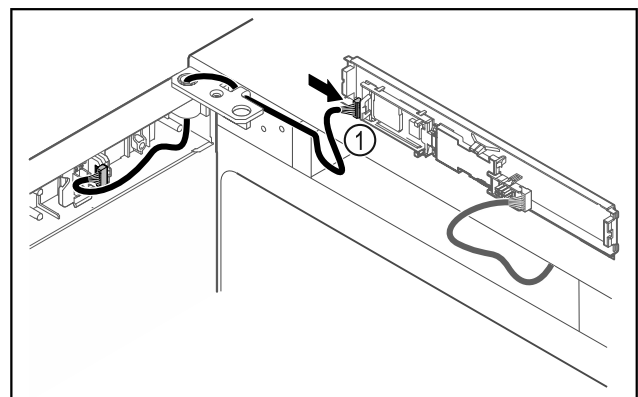

Fig. 47
- Stekker Fig. 47 (1) in printplaat steken.